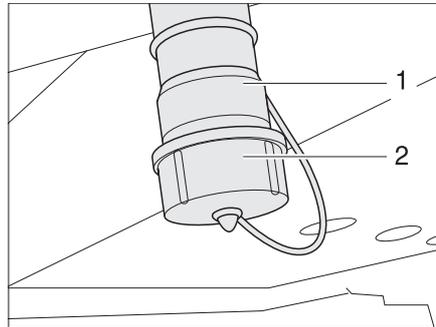

Bild 241 Wasser-Ablaufstutzen und Abwasser-Ablaufstutzen
- Abdeckkappe (Bild 241,2) am Wasser-Ablaufstutzen (Bild 241,1) durch eine viertel Umdrehung im Uhrzeigersinn entriegeln und abnehmen.
- Geeigneten Ablaufschlauch an den Wasser-Ablaufstutzen (Bild 241,1) montieren oder geeigneten Auffangbehälter unter den Wasser-Ablaufstutzen stellen.